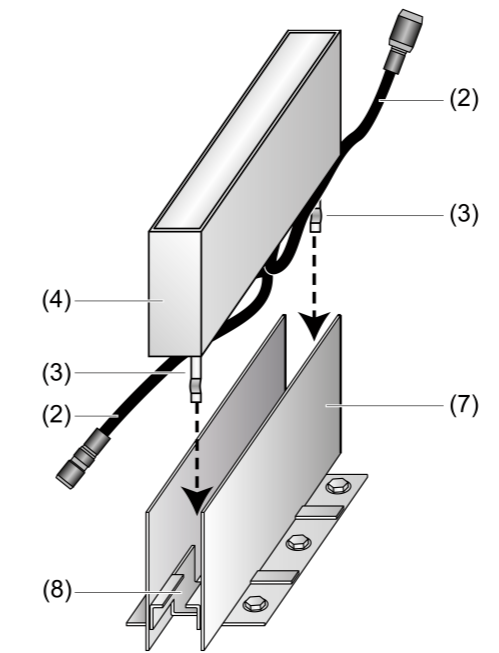

Bild 4: LED-Leuchte mit außenliegenden Haltefedern montieren
- Bei Montage von LED-Leuchten mit außenliegenden Haltefedern darauf achten, dass die Anschlussleitung (2) immer seitlich der Haltefedern (3) geführt wird (Bild 4).
- Anschlussleitung (2) sorgfältig in der Nut des Halblechs (8) verlegen.
- Bodeneinbauleuchte (4) gerade in den Einbaurahmen einsetzen.
- Leuchte nach unten drücken, bis sie auf dem Halblech (8) aufliegt und die Haltefedern (3) spürbar eingerastet sind.